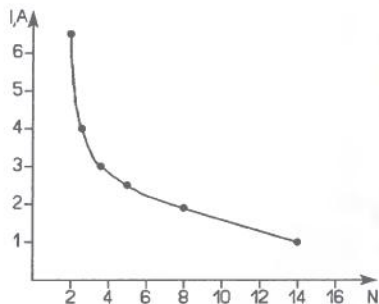

Рис. 5
Реле K1 — РЭС32 (исполнение РФ4.500.335-03.01), его допускается заменить на TRV-48VDC-SC-CD. Для изготовления реле K2-K4 применены герконы КЭМ-1 группы А и провод ПЭВ-2 1,2. Предварительно три витка провода наматывают на оправке немного большего диаметра, чем геркон, а затем вставляют его внутрь и закрепляют термоклеем. Желаемый ток срабатывания защиты (I) можно подобрать, изменяя число витков (N), руководствуясь графиком, показанным на рис. 5.